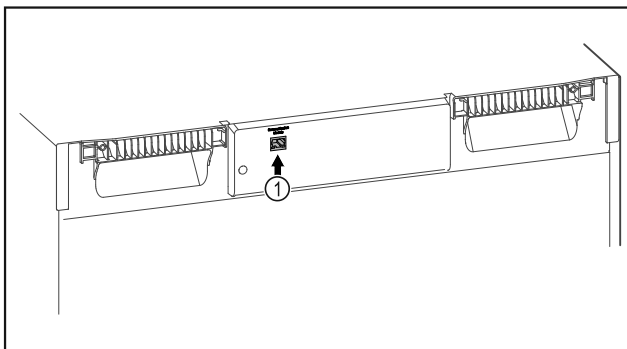

Fig. 111
- SmartModule Fig. 111 (1) ir ievietots.